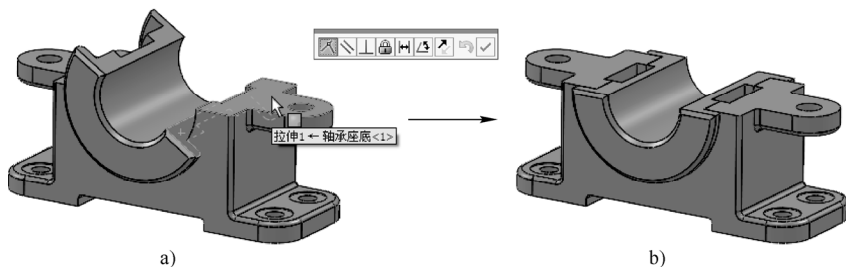

图 6-39 设置重合配合约束
STEP 4 此时单击“移动零部件”按钮可以移动轴套，所以此步继续添加轴套上表面与轴承座底上表面的重合配合约束，如图 6-39 所示。